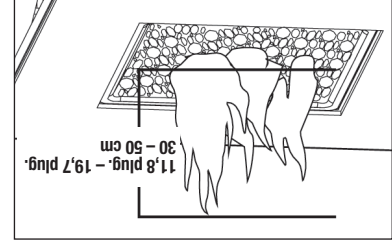

Figura 5
- Visualmente examine la llama del quemador para estar seguro de que la chimenea para exteriores está funcionando adecuadamente (vea la Figura 5).